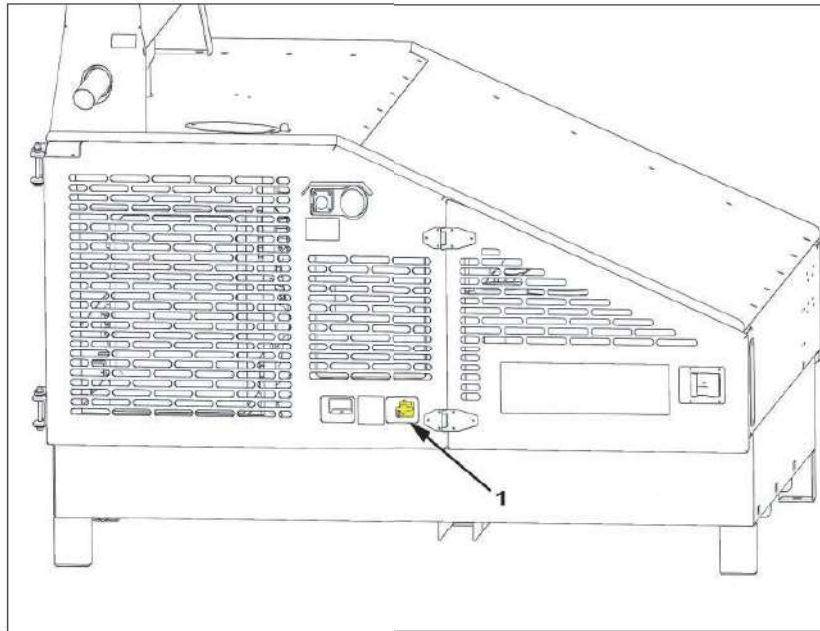

Figure 4.51 - Scheidingsschakelaar
2. Zorg ervoor dat de elektrische scheidingsschakelaar ingeschakeld is, item 1, afb. 4.51
2. Draai de scheidingsschakelaar na 20 seconden van 'aan' naar 'uit', zie afb. 4.51.